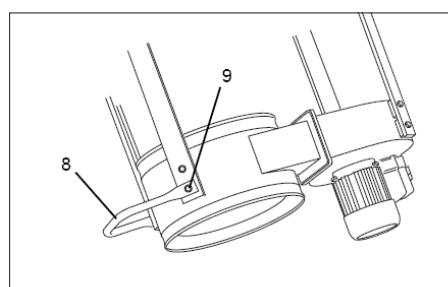

Рис. 6
- Встановіть пластикову планку (1) між корпусом фільтра та стійкою.
- Встановіть ручку, як зазначено на рис. 6.